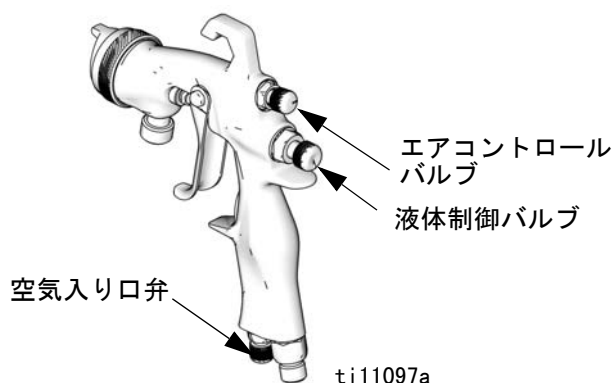

図 3
2. フルファンパターンを作るために、エアコントロールバルブを反時計回りで回します。図 3 をご参照下さい。
3. 丸いパターンを作成するために、時計回りにエアコントロールバルブを完全にターンすることによって、パターン空気の電源を切ります。図 3 をご参照下さい。